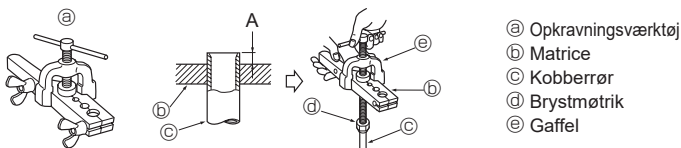

Fig. 5-6
5.2.4. Opkravningsarbejde (Fig. 5-6)